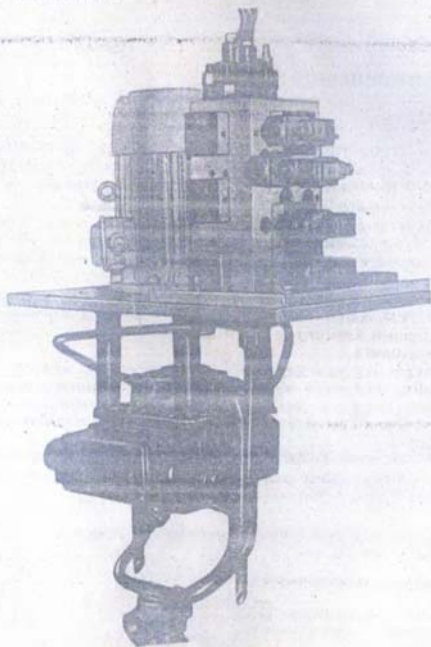

Рис. 1. Гидроагрегат модели 21П32В
1.1.1. Гидроагрегат модели 2П32В (рис. 1) предназначен для индивидуального привода рабочих органов одноступенчатых пресс-автоматов усилием 100 и 160 кН без гидроподушки-выталкивателя.